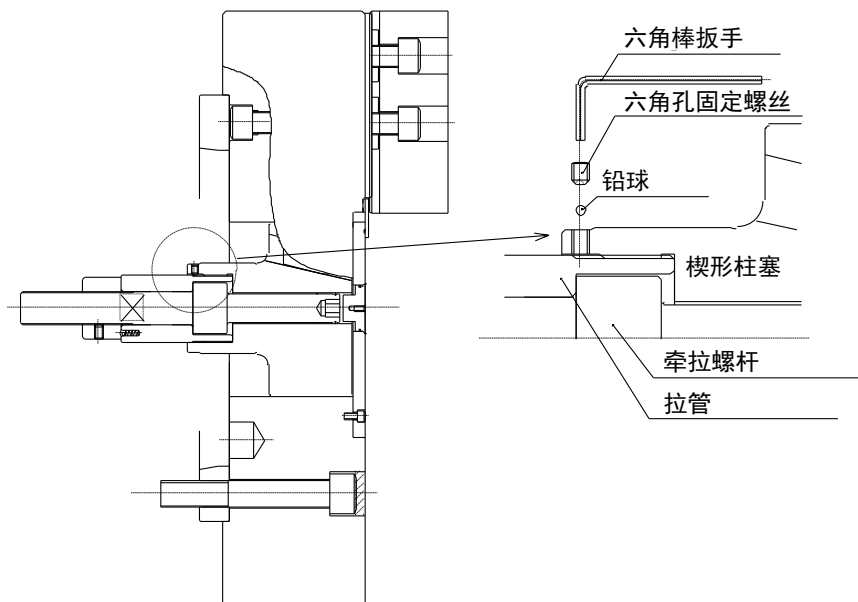

图 21
- 因包装上的情况，卡盘的拉管另外包装。拧入楔形柱塞时，用开口扳手拧紧拉管，再用附带的铅球和六角固定螺丝如图 21 所示予以紧固。